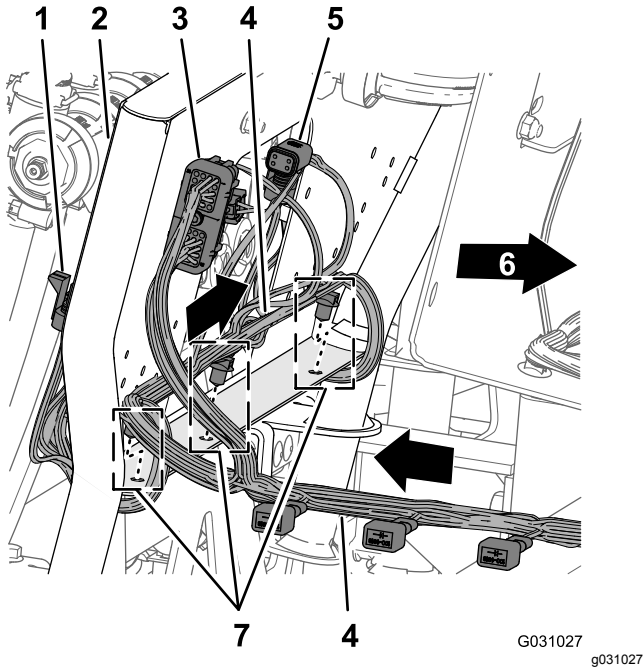

Bild 107
1. Verlegen Sie den 218,4-cm-Kabelbaumzweig so über die Rückseite der 10-Ventil-Befestigung, dass die zehn Anschlüsse für die Düsenventile hinten und unter den Ventilen sind (Bild 107).
2. Stecken Sie die Eindrückbefestigungen des 218,4-cm-Kabelbaumzweigs in die Löcher im unteren Flansch der 10-Ventil-Befestigung (Bild 107).